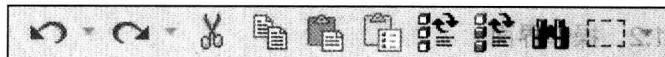

图 1.7 “编辑”工具栏
(2) “编辑”工具栏。如图 1.7 所示，可通过“编辑”工具栏的功能，进行撤销、重做、剪切、复制、粘贴、选择性粘贴和再生模型等功能的应用。